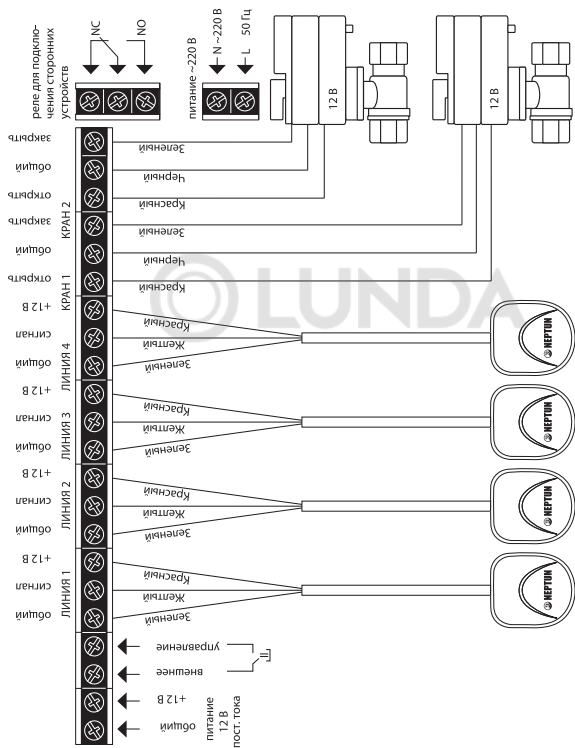
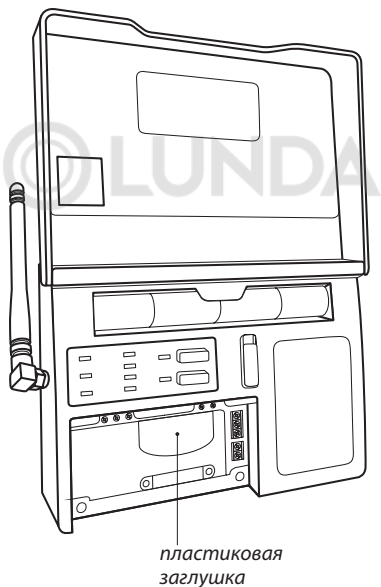

Рис. 5. Схема подключения кранов шаровых с электроприводом серии Neptun Bugatti Pro 12 B к модулю управления Neptun ProW+ WiFi
Рис. 6. Вид модуля управления Neptune ProW+ WiFi с открытой крышкой коммутационного отсека
Модуль управления Neptun ProW+ WiFi (см. рис. 5) имеет:
Подключение прибора к сети электропитания переменного тока производите в строгом соответствии со схемой подключения (рис. 5), которая изображена на внутренней стороне крышки прибора.
3. Откройте крышку коммутационного отсека (рис. 6).
4. Выполните подключение проводных датчиков серии SW, проводов электропитания и кранов с электроприводами в соответствии со схемой на рис. 5. При необходимости, для ввода проводов в коммутационный отсек удалите пластиковую заглушку, расположенную в нижней части корпуса прибора при помощи отвёртки (рис. 6, 7).
Для этого, подключите выносной выключатель к соответствующим клеммникам модуля управления (см. рис.5).